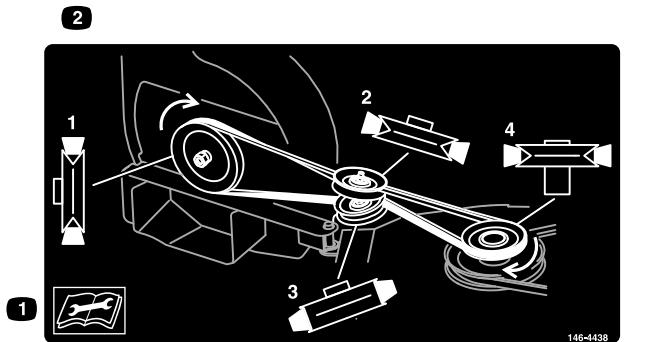

Figure 27
8. Chaussez la courroie sur les poulies de ventilateur et de tension, comme montré à la Figure 27. Chaussez la courroie dans la gorge de la poulie de ventilateur. Maintenez la courroie bien tendue et tournez lentement la poulie à la main.